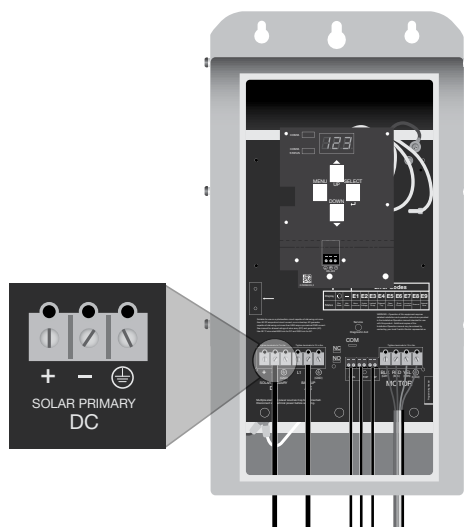

Figura 5: Conexión de cableado de CD
4. Conectar los cables desde la desconexión de la CD externa al bloque terminal etiquetado "Solar Primary DC" y marcado con +, - y GND. (Figura 5) (Especificación de par de torsión: 15 libras-pulg/ 1.7 N-m).